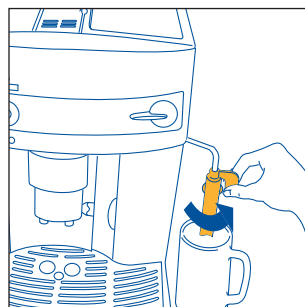
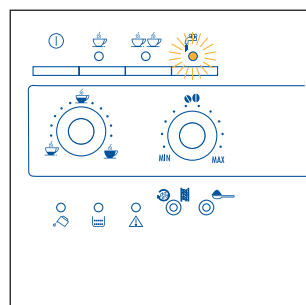

Fig. 3
Fig.22
2. Desplace el emulsionador hacia afuera y coloque una taza abajo (fig.3) y encienda la máquina presionando el botón ① (fig.4).
- Gire el emulsionador hacia el exterior de la máquina (fig. 3).
- Coloque un recipiente debajo del emulsionador (fig. 3).
- Sitúe un recipiente vacío bajo el emulsionador (fig. 3). Gire el mando vapor media vuelta en el sentido contrario de las agujas del reloj hasta el tope (el piloto  se enciende parpadeando fig. 22). Deje salir durante unos segundos el agua mezclada con vapor hasta que salga únicamente vapor.